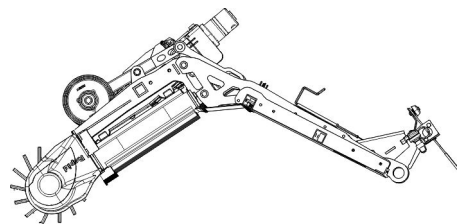

Abb. 65: Geneigte Position
7. Anbaugerät in geneigte Position bringen (Abb. 65).